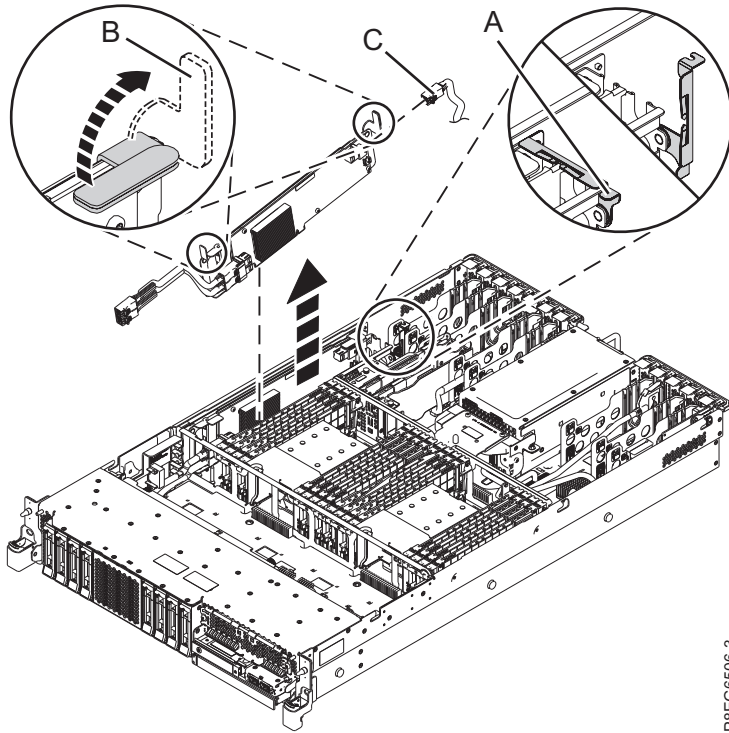

Figure 3. Retrait de la carte SAS RAID
8. Soulevez le crochet de fixation de câble (**A**) de la carte SAS RAID interne à laquelle le câble SAS avant est connecté dans la direction indiquée dans la figure 3, à la page 6.
9. Soulevez les poignées bleues (**B**) dans la direction illustrée à la figure 3, à la page 6.